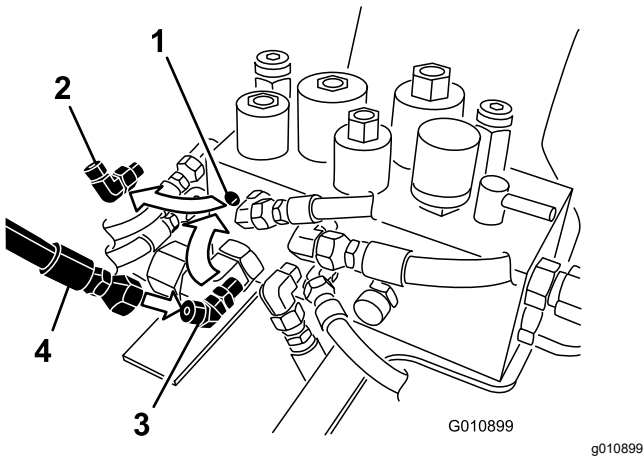

Figure 3
3. Débranchez le flexible du raccord à 90° au niveau de l'orifice L1B du collecteur hydraulique (Figure 3). Notez l'angle de montage du raccord.
4. Déposez le raccord à 90° du collecteur hydraulique et remplacez-le par le raccord à 45° (Figure 3). Positionnez le raccord à peu près au même angle que le raccord précédent.
5. Branchez le flexible au raccord à 45° (Figure 3).